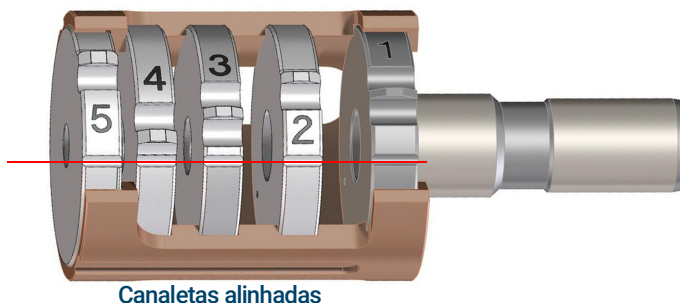

Figura 53 Grupo de lentes da fonte EI HES montado
- 1 Monte as cinco lentes no interior do isolante de lente. (Consulte **Figura 53** na página 169.) O número da lente é gravado na circunferência exterior de cada lente.